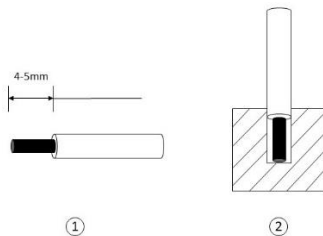

Abb. 4
Um sichere und stoßfeste Anschlüsse gewährleisten zu können, sollte die Abisolierlänge 4-5mm betragen (siehe Abb.4 (1)). Bitte sorgen Sie dafür, dass die Kabel vollständig in die Anschlussklemmen eingeführt werden, siehe Abb. 4 (2). Gemäß EN60950 / UL60950 sind für flexible Kabel Aderendhülsen erforderlich. Verwenden Sie geeignete Kupferkabel, die für Betriebstemperaturen von mindestens 60°C, 60°C / 75°C für die USA und mindestens 90°C für Kanada ausgelegt sind, um die UL-Anforderungen erfüllen zu können.